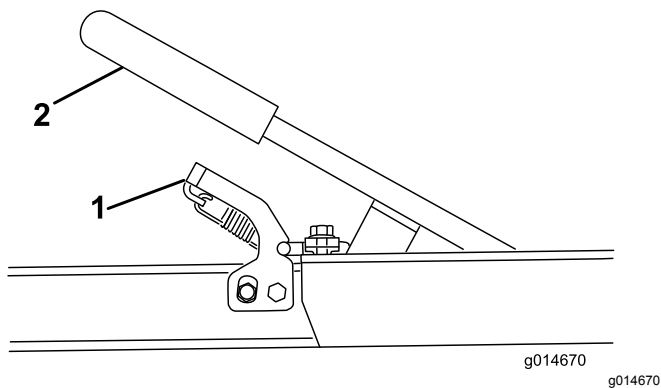

図 11
1. トレーラの荷台を確保した状態でハンドルを持ち、ラッチアセンブリと昇降ハンドルを押し下げる 図 11。トレーラの床面を地表まで降下させる。
7. ハンドルを押し下げて、トレーラアセンブリをラッチアセンブリにロックする 図 11。